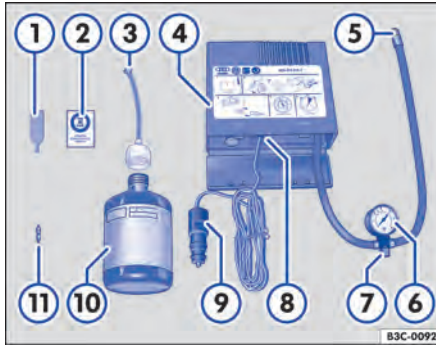

Fig. 228 Representação esquemática: componentes do kit de reparo dos pneus.
O kit de reparo dos pneus encontra-se no compartimento de bagagem sob o revestimento do assoalho. Ele é composto pelos seguintes componentes ⇒ Fig. 228:
- Colar a etiqueta adesiva ⇒ Fig. 228 ② do kit de reparo dos pneus no campo visual do condutor no painel de instrumentos.
- Com a chave para remoção do elemento da válvula ⇒ Fig. 228 ①, desrosquear o elemento da válvula da válvula do pneu e colocá-lo sobre uma superfície limpa.
- Agitar a garrafa para enchimento dos pneus ⇒ Fig. 228 ⑩ algumas vezes com força.
- Rosquear a mangueira de enchimento ⇒ Fig. 228 ③ com firmeza no sentido horário sobre a garrafa para enchimento dos pneus. A película na tampa é perfurada automaticamente.
- Remover a vedação da tampa da mangueira de enchimento ⇒ Fig. 228 ③ e introduzir a extremidade aberta totalmente na válvula do pneu.
- Rosquear novamente o elemento da válvula com a chave para remoção do elemento da válvula ⇒ Fig. 228 ① na válvula do pneu.
- Rosquear a mangueira de enchimento dos pneus ⇒ Fig. 228 ⑤ do compressor de ar com firmeza na válvula do pneu.
- Verificar se o parafuso de sangria de ar ⇒ Fig. 228 ⑦ está fechado.
- Encaixar o conector do cabo ⇒ Fig. 228 ⑨ em uma tomada 12 V do veículo ⇒ Página 213.
- Ligar o compressor de ar com o interruptor LIGA-DESLIGA ⇒ Fig. 228 ⑧.
- Deixar o compressor de ar funcionar até atingir 2,0 – 2,5 bar (29 – 36 psi / 200 – 250 kPa) ⇒ . **Tempo de funcionamento máximo de 8 minutos** ⇒ ①.
Reconectar a mangueira de enchimento dos pneus ⇒ Fig. 228 ⑤ e ler a pressão dos pneus no manômetro de pressão dos pneus ⑥.